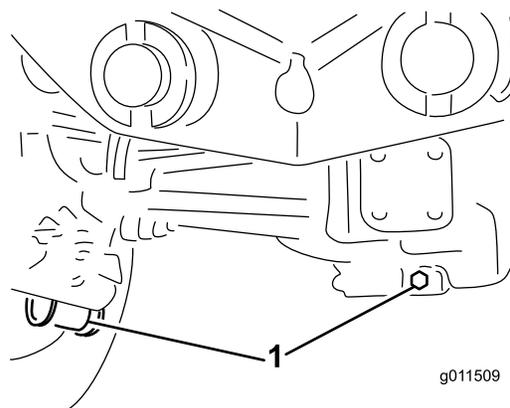

Рисунок 90
2. Очистите область вокруг трех сливных пробок, по одной на каждом конце и одной в центре (**Рисунок 90**).